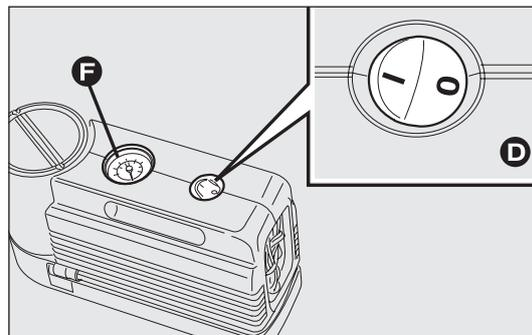
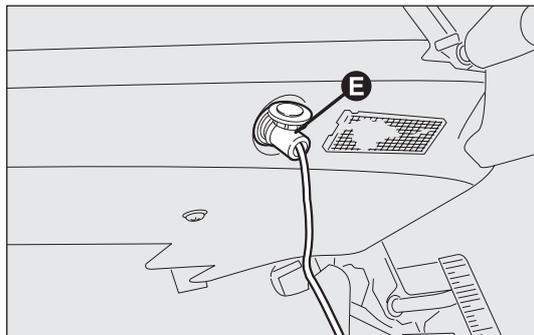

fig. 130
fig. 131
- assicurarsi che l'interruttore D-fig. 130 del compressore sia in posizione O (spento), avviare il motore, inserire la spina E-fig. 131 nella presa di corrente più vicina e azionare il compressore portando l'interruttore D-fig. 130 in posizione I (accesso). Gonfiare il pneumatico alla pressione prescritta nel paragrafo "Pressione di gonfiaggio" del capitolo "Dati Tecnici".
Per ottenere una lettura più precisa, si consiglia di verificare il valore della pressione sul manometro F-fig. 130 con il compressore spento;